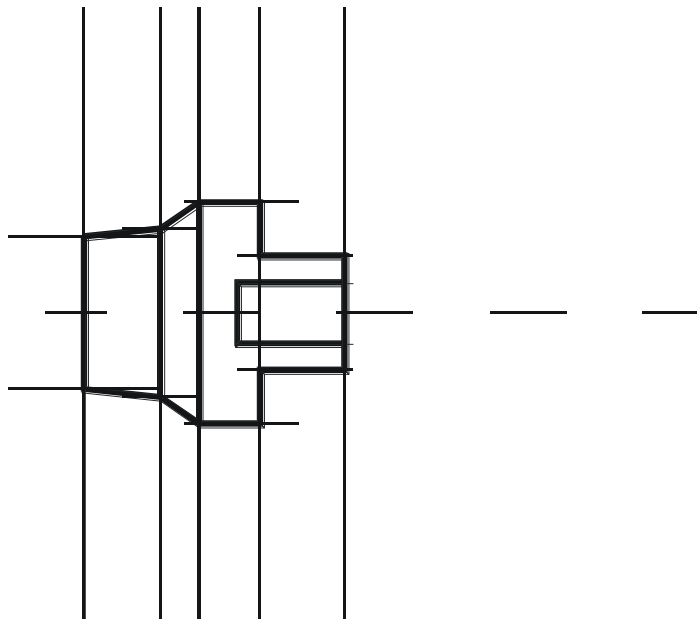

Рисунок 5. «Обводка» изображения детали
**Второй шаг – в слое основных линий чертежа (OSN) делаем обводку детали (рис.5):**